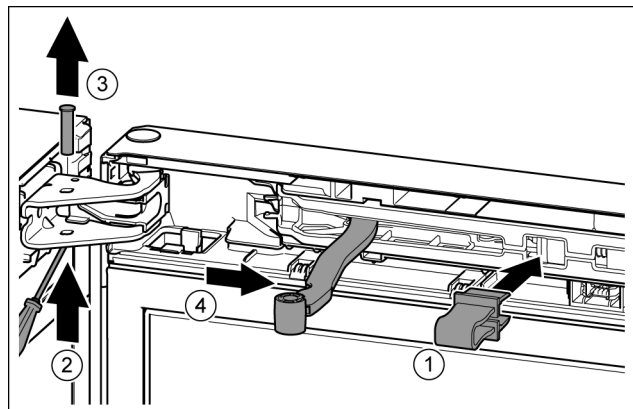

Fig. 8
- A biztosítékot pattintsa be a nyílásba. *Fig. 8 (1)*
- A csavarhúzóval tolja ki a csapszeget. *Fig. 8 (2)*
- Felfelé vegye ki a csapszeget. *Fig. 8 (3)*
- Forgassa az ajtó irányába a csuklót. *Fig. 8 (4)*